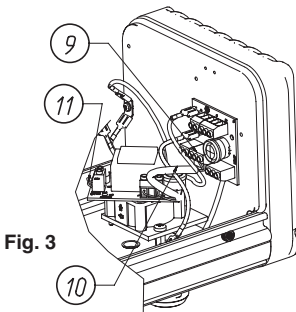

Fig. 3
- An dieser Stelle ist es möglich, das Ventilatorkabel an der vorhandenen Klemme auf der beigefügten Schaltung zu fixieren und das Belüftungsset mit dem Kabel (10) an die Trägerschaltung (9) anzuschließen (Abb. 3).